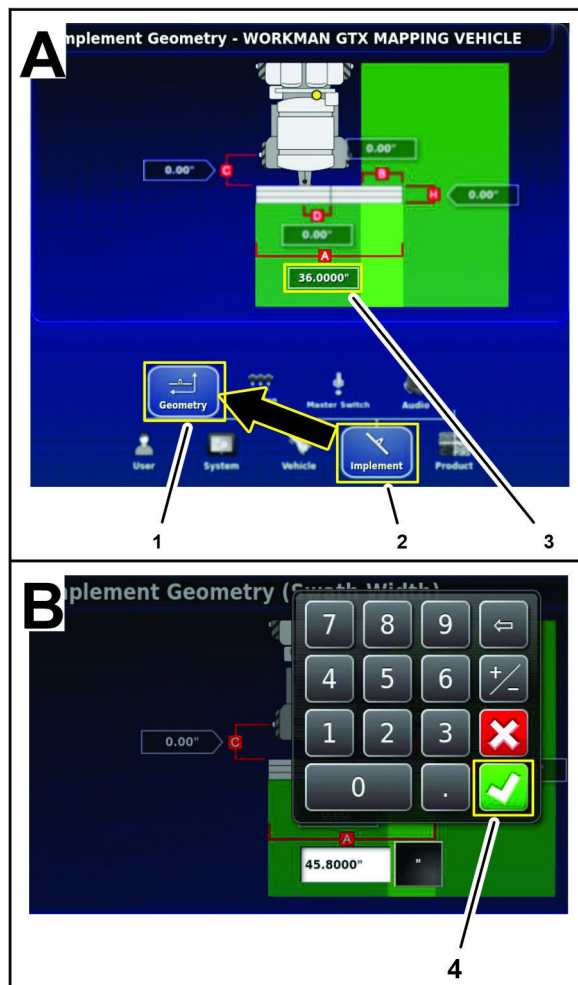

Figure 195
1. Appuyez sur l'icône ACCESSOIRE et l'icône GÉOMÉTRIE (Figure 195).
2. Appuyez sur l'icône largeur totale (A), puis utilisez le clavier virtuel pour saisir la mesure que vous avez notée sur la fiche de géométrie de l'accessoire à la section Mesure de la géométrie de l'accessoire \(page 88\), et appuyez sur l'icône de confirmation (Figure 195).